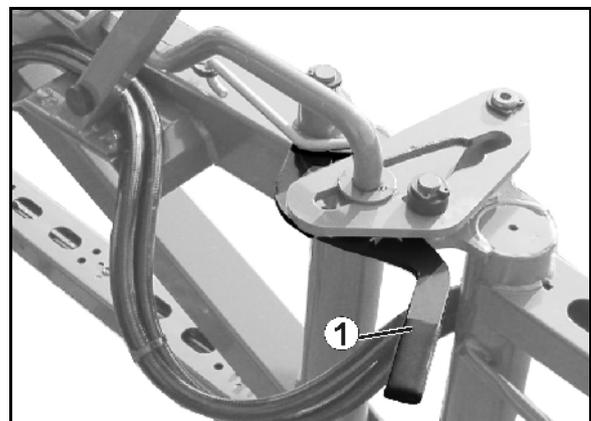

Fig. 78
1. Transportsicherung durch Anheben des Bügels entriegeln (Fig. 78).